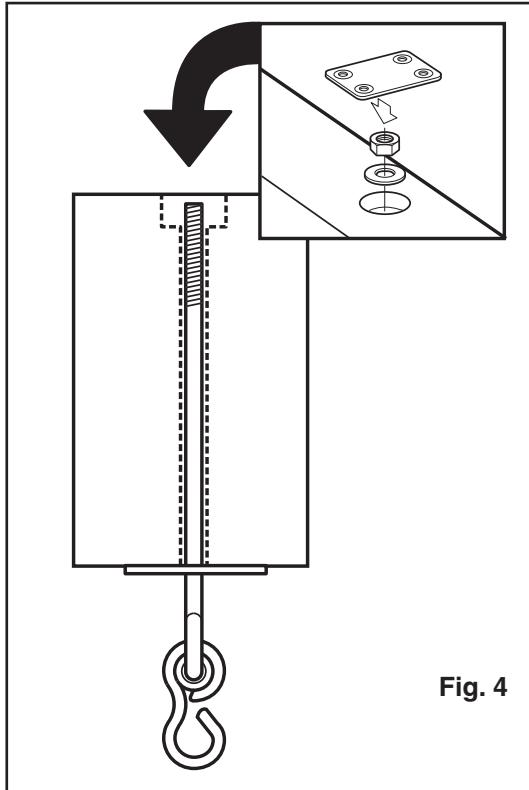

Fig. 4
4. Choose the location of the swings and iron man rings. Insert nylon bushing swing hangers through the bottom beam clamps and corresponding holes and secure using a washer and loc nut (Fig. 4).
4. Escoja la ubicación para los columpios y la de Anillos Aros Atléticos. Inserte los colgadores de columpio con bujes de nilón a través de la parte de abajo de los sostenes de la viga y los huecos correspondientes, y sujetelo usando arandela y tuerca de traba (Fig. 4).
4. Choisir l'emplacement des balançoires et Anneaux d'athlétisme. Insérer les crochets de balançoire munis d'une bague en nylon dans les attaches de poutre inférieures et les trous correspondants, puis les fixer solidement avec une rondelle et un écrou de blocage (Fig. 4).